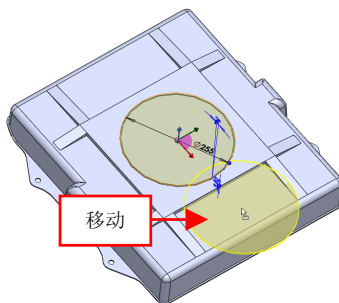

图 8-34 向下移动鼠标
(3) 在绘图区中, 选择最上方特征对象, 将显示坐标工具, 单击鼠标左键并向右下方移动, 如图 8-34 所示。